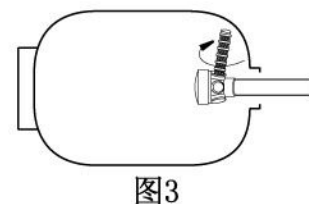

图3
3、轻轻放倒树脂罐，将中心管大部分撤出树脂罐，用手将6支管送入树脂罐内，并逐一将其旋紧在下布水连接件上。（图3）